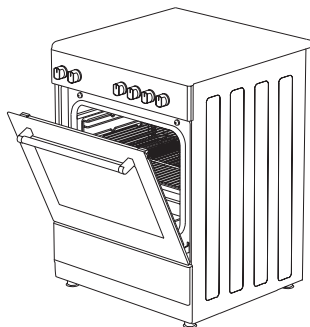

Figura 30
3. Așezați panoul de siguranță sub panoul de control deschizând sticla capacului frontal al cuptorului. (Figura 30)